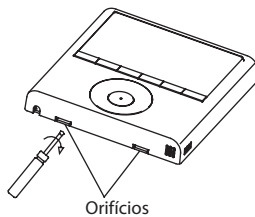

Fig. 3-4
- Retire a parte superior do controlador de arame (Fig. 3-4)